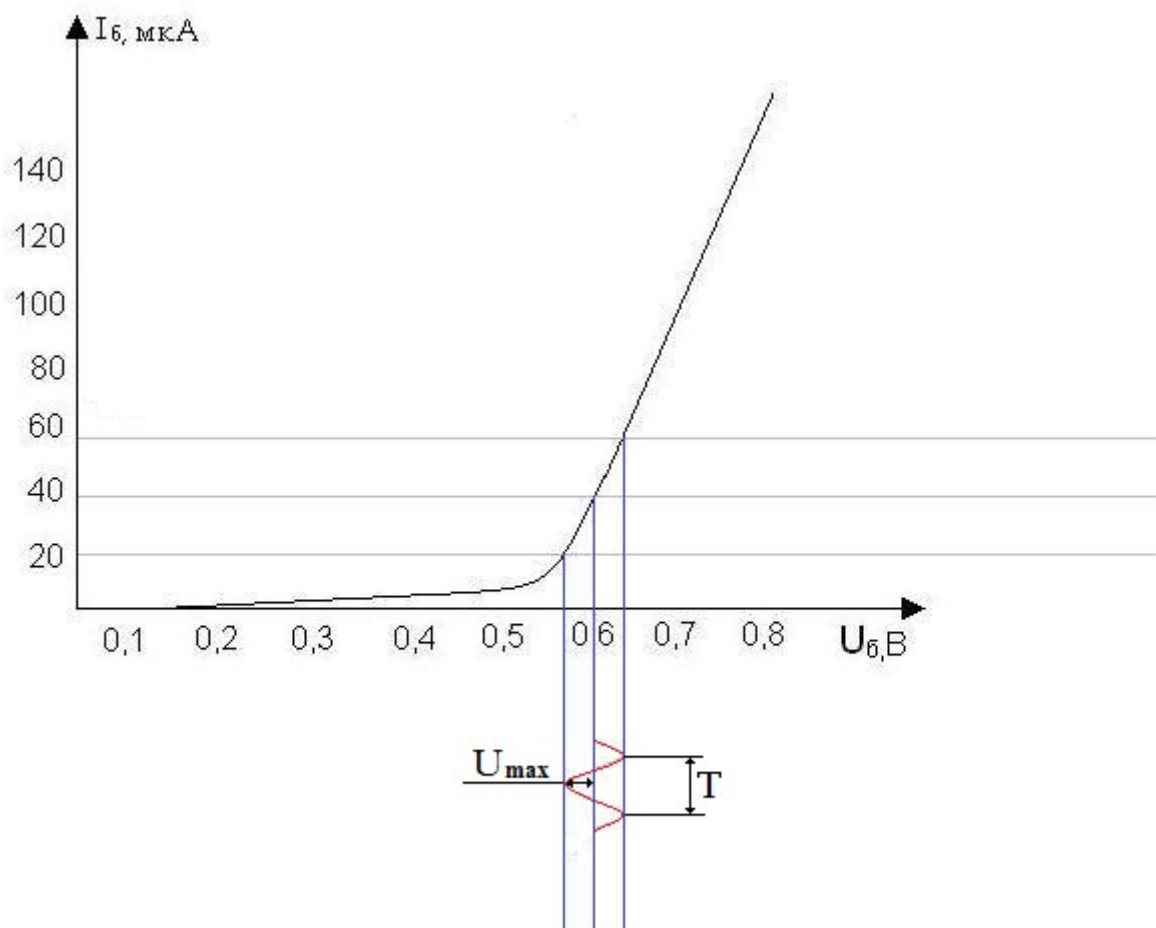

Рисунок 1-Статическая входная вольт-амперная характеристика транзистора
1. На статической входной ВАХ для транзистора КТ315А определить:  $I_{\text{б}} \text{ и } U_{\text{р.т.}}=0,6\text{В}$ , для  $U_{\text{мвх.}}=50\text{мВ}$ ,  $T=1\ \mu\text{с}$ . Рисунок 1.